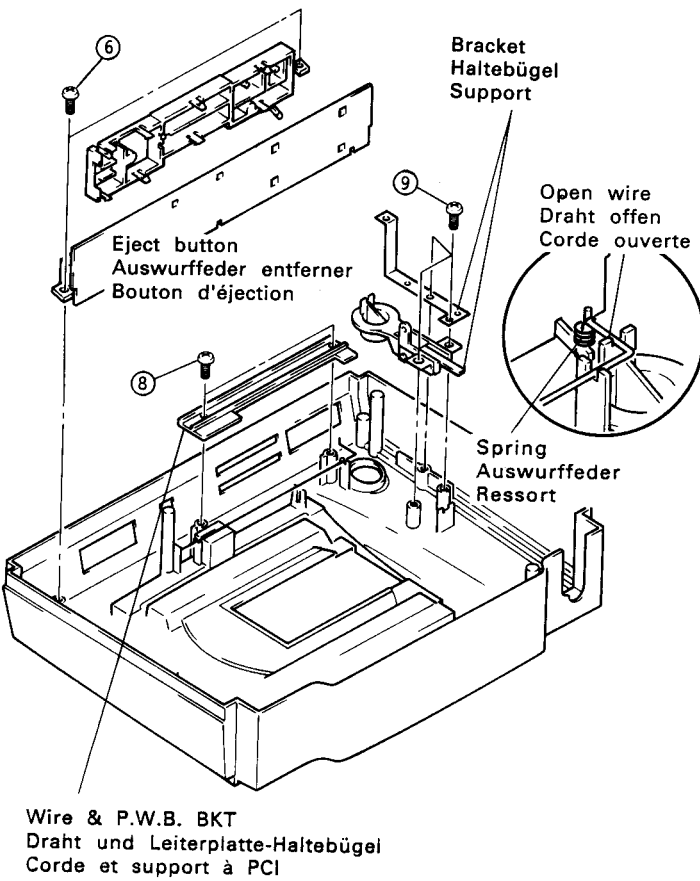

Fig.4
### 5. PY-Leiterplatte (Abb. 4)
**7. Feder entfernen (Abb. 4)**
**8. Auswurfaste entfernen (Abb. 4)**
**5. Dépose du PY PCI (Fig. 4)**
**7. Dépose du ressort (Fig. 4)**
**8. Dépose du bouton d'éjection (Fig. 4)**